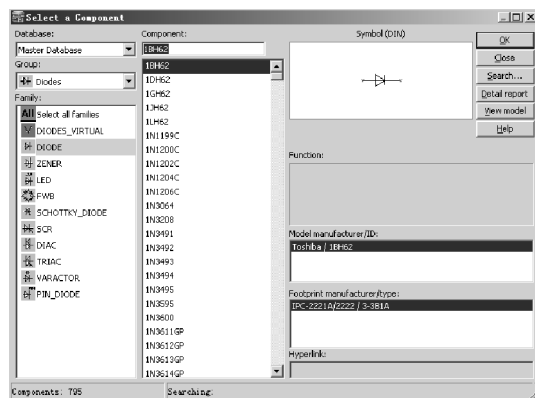

图 2-66 选择元器件对话框
- (1) 执行菜单命令 Place \ Component…，弹出选择元器件对话框，如图 2-66 所示。